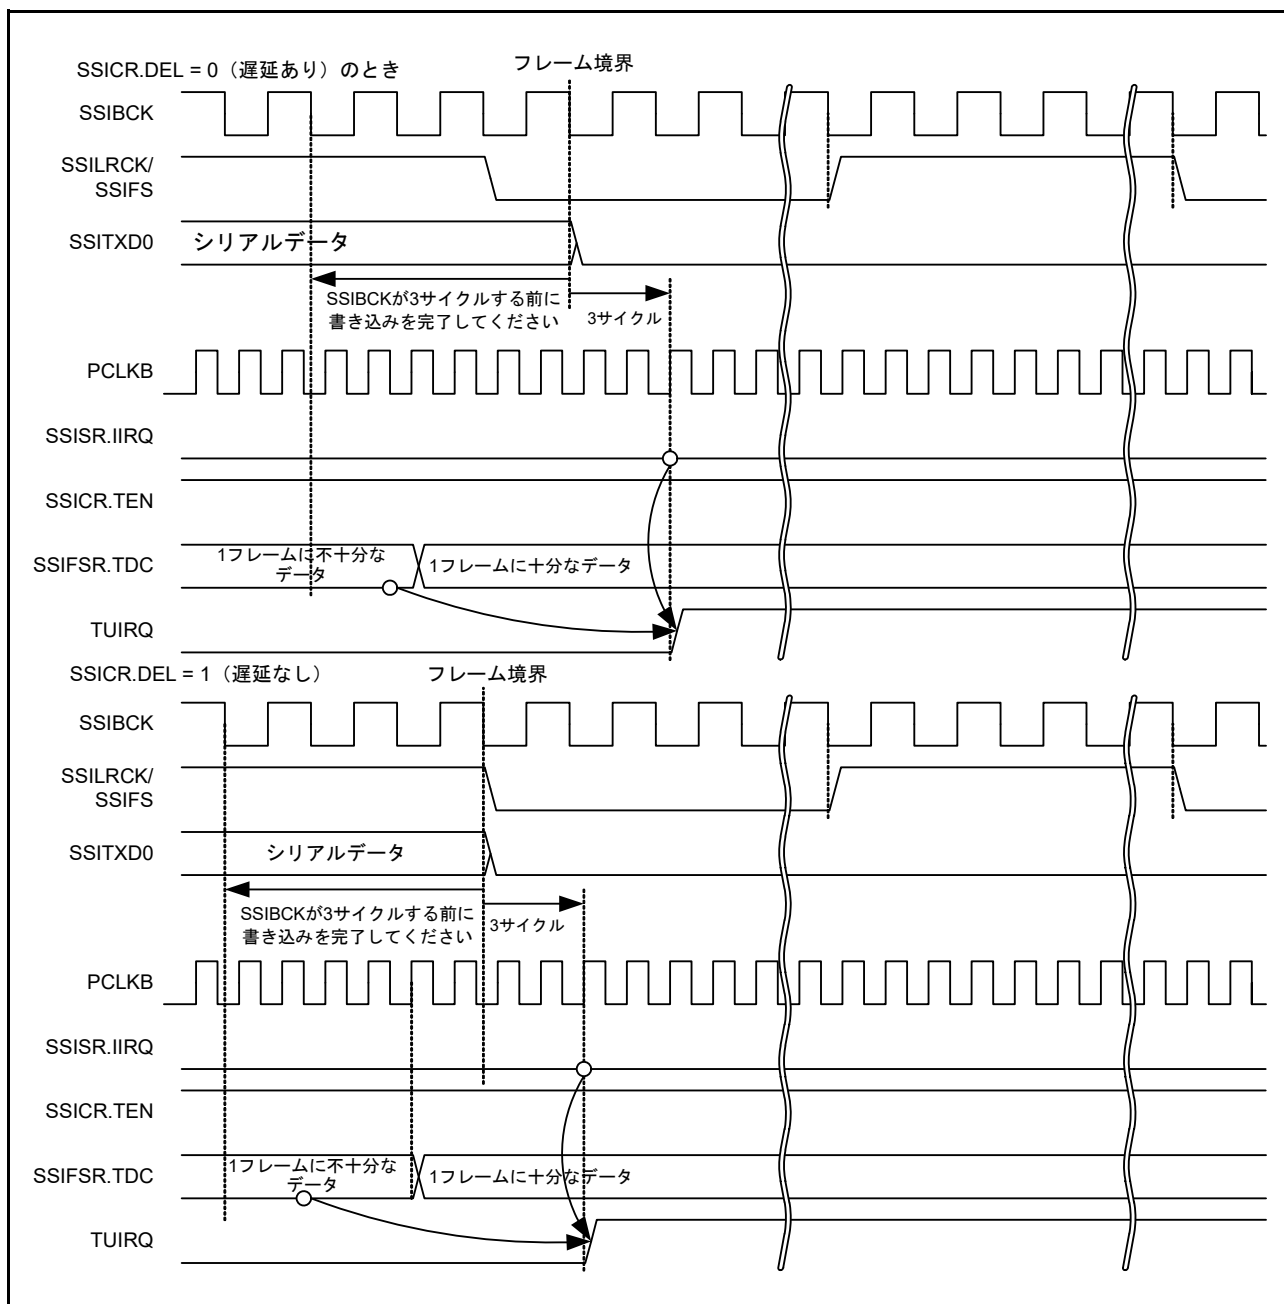
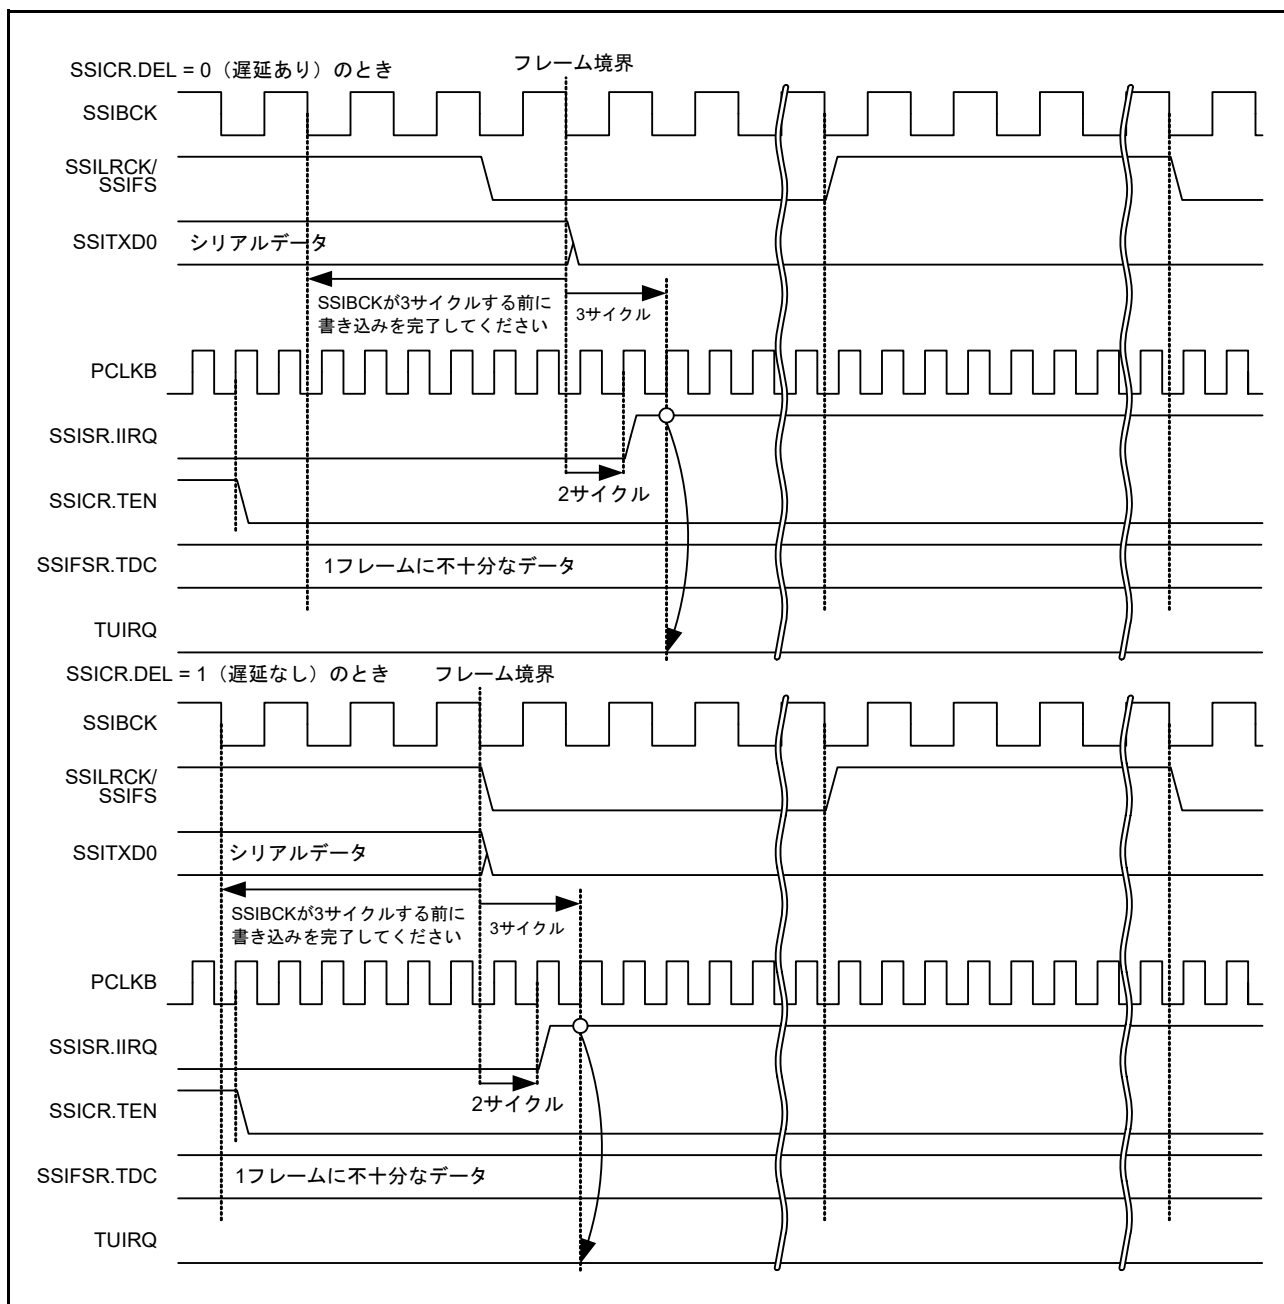

図 37.19 TUIRQ 設定タイミング (通信が継続する場合)
図 37.20 TUIRQ 設定タイミング (通信が停止する場合)
- フレーム境界を越えて通信が継続する場合に、次のフレームに必要な送信データが SSIFTDR に書き込みされなかったとき。詳細は、図 37.19 および 図 37.20 を参照してください。
- フレーム境界から PCLKB の 3 サイクルが経過したとき。詳細は、図 37.19 を参照してください。